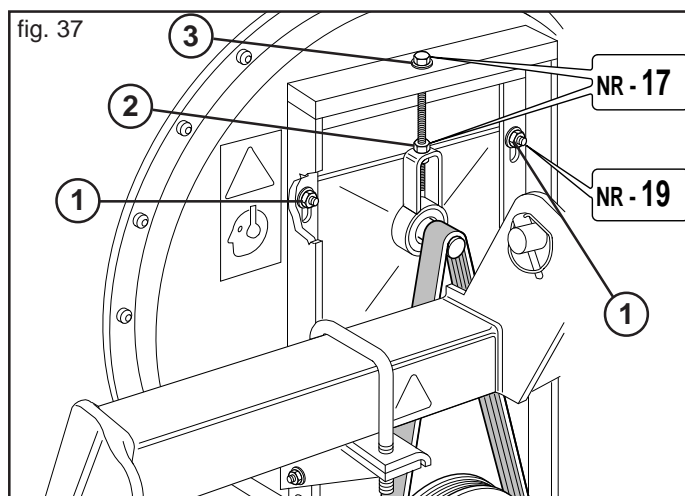

fig. 37
- Allentare le viti (1, Fig. 37);
- Allentare il dado (2, Fig. 37);
- Mettere in trazione la cinghia serrando la vite (3, Fig. 37);